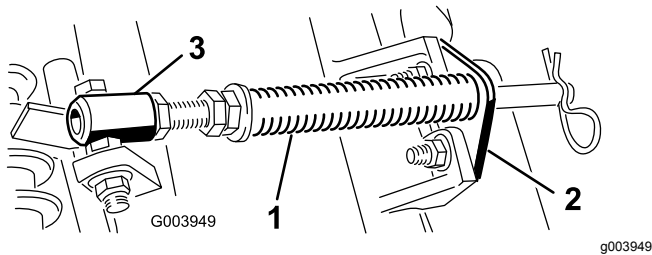

Figura 5
- A. Retire os 2 parafusos de carroçaria e porcas que prendem o suporte da barra aos separadores da unidade de corte (Figura 5).
- B. Retire a porca flangeada que prende o parafuso com cabeça do tubo de mola ao separador da estrutura de suporte (Figura 5). Retire o conjunto.